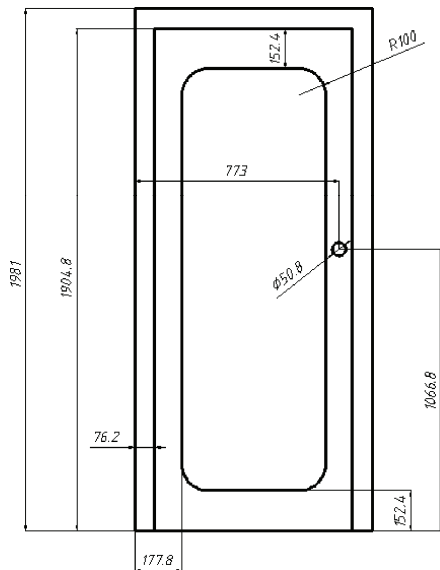

图 4-82 上机操作图 1
- (1) 在复制操作的过程中，能否实现创建多个阵列副本？请举例进行说明。
- (2) 请简述镜像图形的一般操作步骤。
- (3) 请简述旋转图形的一般操作步骤。
- (4) 在二维图形中，阵列分哪几种？
- (5) 如何修剪与延伸图形？
- (6) 拉伸与拉长有什么不同？
- (7) 如何打断和如何合并图形对象？
- (8) 上机操作：绘制图 4-82 所示的门图形。